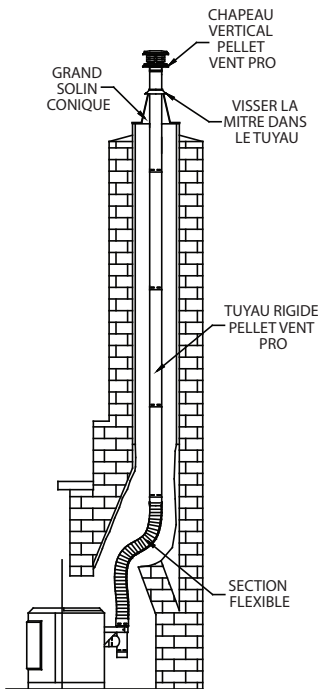

Figure 20
8. Pour le raccord au poêle, d'autres configurations que celle illustrée à la (**Figure 20**) sont possibles. Vous pourriez avoir besoin